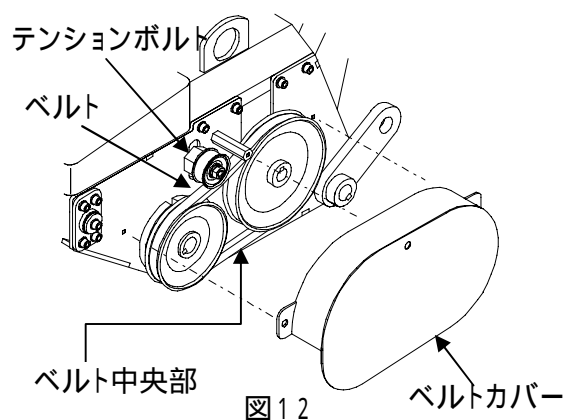

図12
- [2] テンションボルトを緩め、適当なベルトの張り状態にして、テンションボルトを締めて下さい。(図12参照)